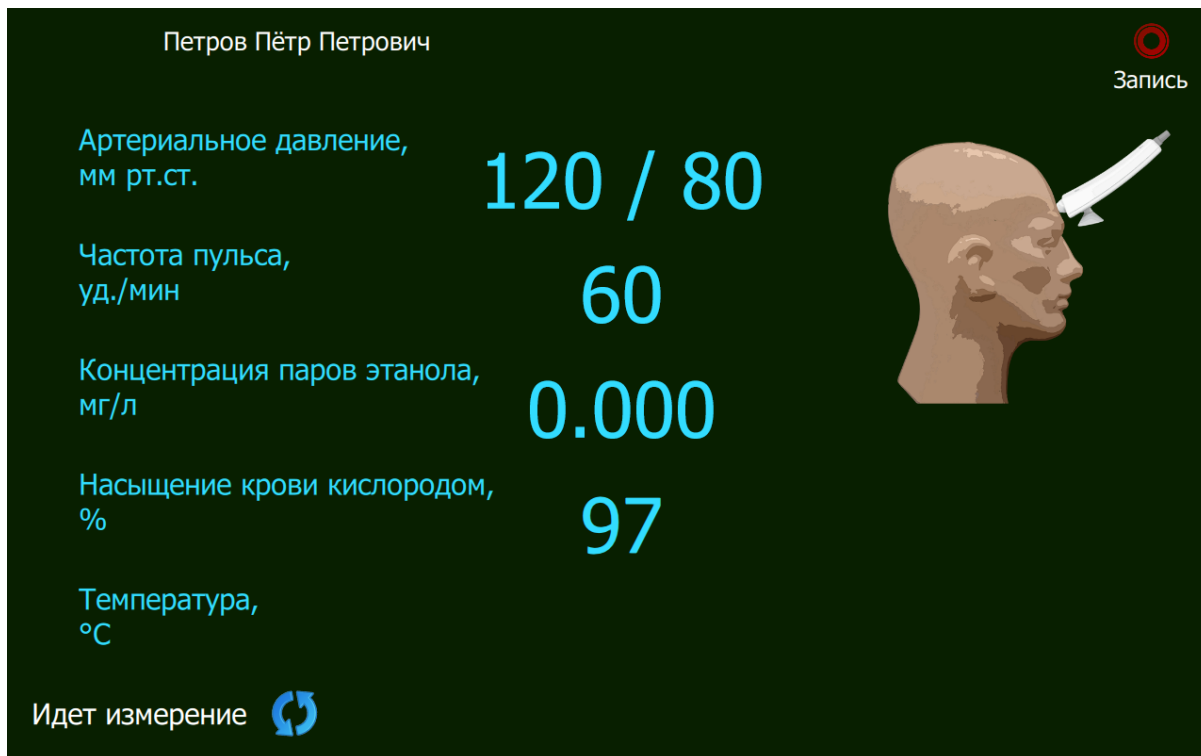

Рисунок 41 – Измерение температуры тела бесконтактным методом
2. Приклоните ВИК ко лбу в соответствии с рекомендациями на экране (рисунок 41).